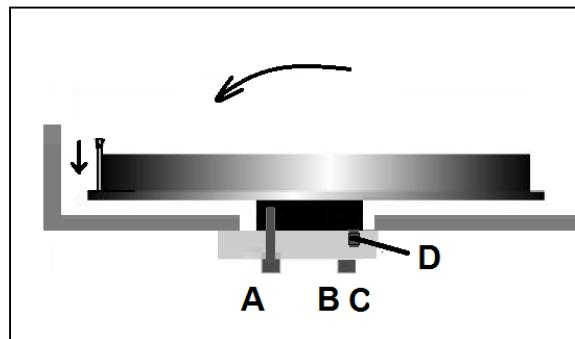

Abb. 8-6: Einstellung der Sägebandführung
- Die Neigung der Schwungscheibe (Abb. 8-6) mithilfe des Gewindestifts (D) einstellen.